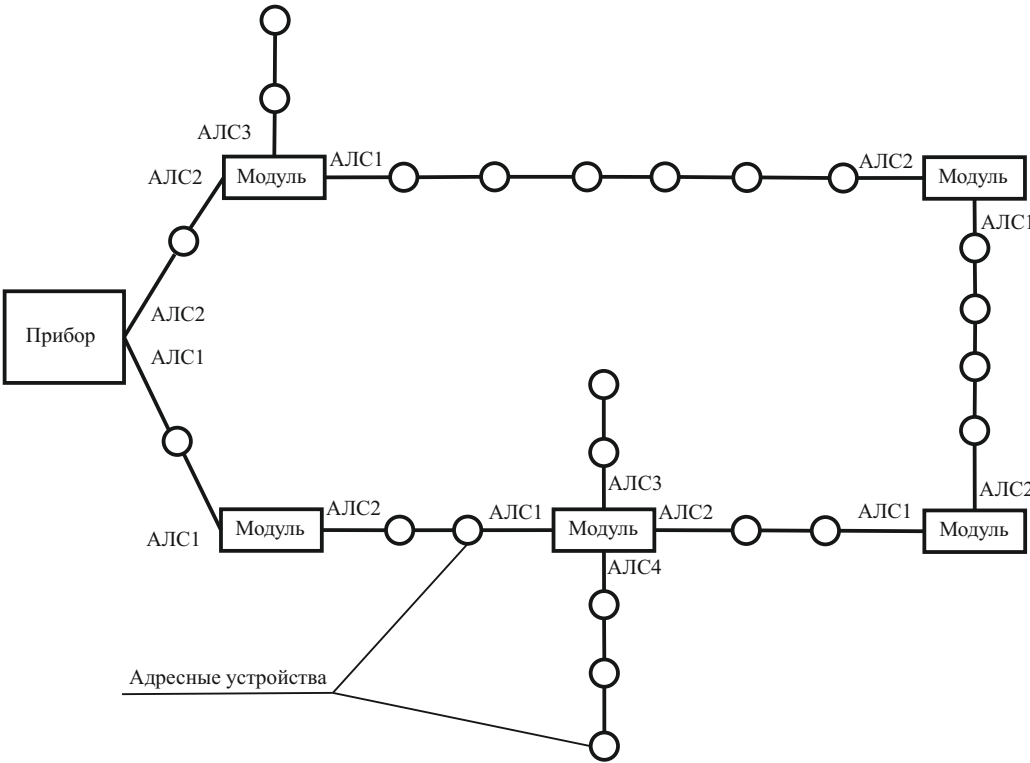

Рисунок 4
- 5.7 Применение модуля в кольцевой АЛС прибора (рисунок 4) позволяет: